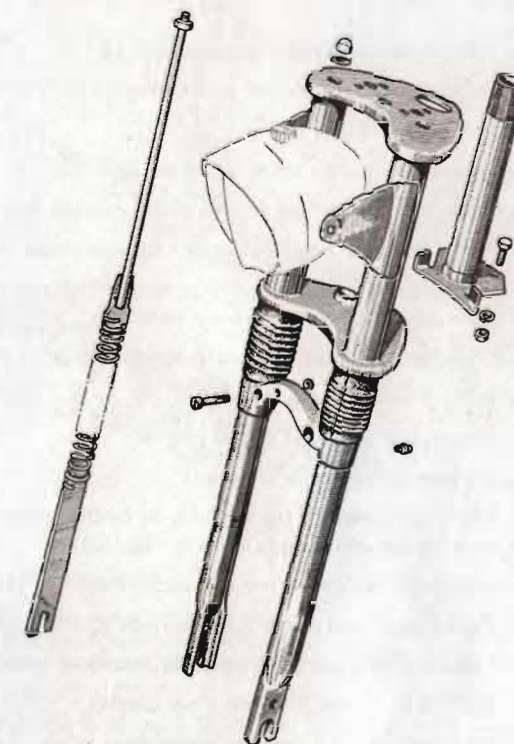

Fig. 51
- Pour sortir les ressorts dévisser (clé de 8) les boulons de fixation des tringles de garde-boue sur la fourche et tirer l'ensemble, patte, ressort et tringle (fourche 37017 - fig. 51).